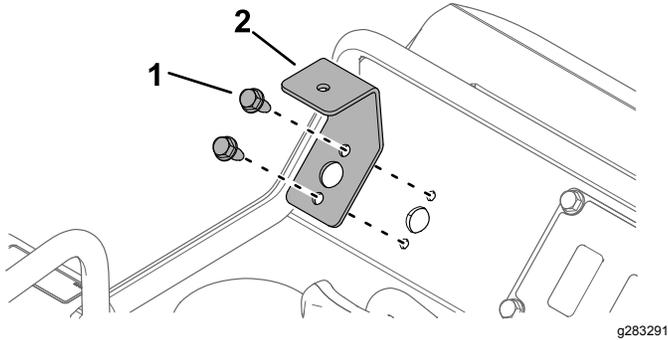

Figura 3
2. Instale el soporte de la luz izquierda usando 2 tornillos autorroscantes (Figura 3).